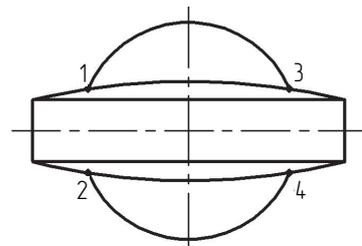

Рис. 2.8-2
4. В ответ на сообщение *Укажите начальную точку участка* указать точку 1 пересечения окружности с верхней дугой (рис. 2.8-2).